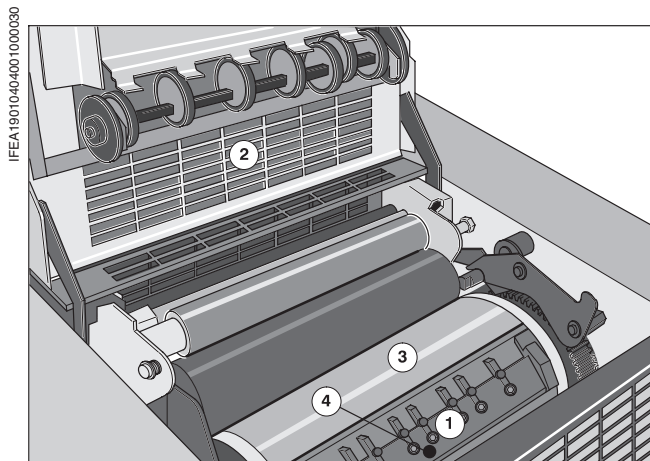

Рис. 11 Выброс формы вручную
- 1 Открыть ограждение (Рис. 11/②) над формным цилиндром ПС 1 (Рис. 11/③).
- 2 Машину в толчковом режиме или посредством ручного вращения выставить в такую позицию, чтобы получить доступ к задней зажимной шине (Рис. 11/①).
- 3 Ввести ключ с внутренним шестигранником в отверстие в середине задней зажимной шины (Рис. 11/④).